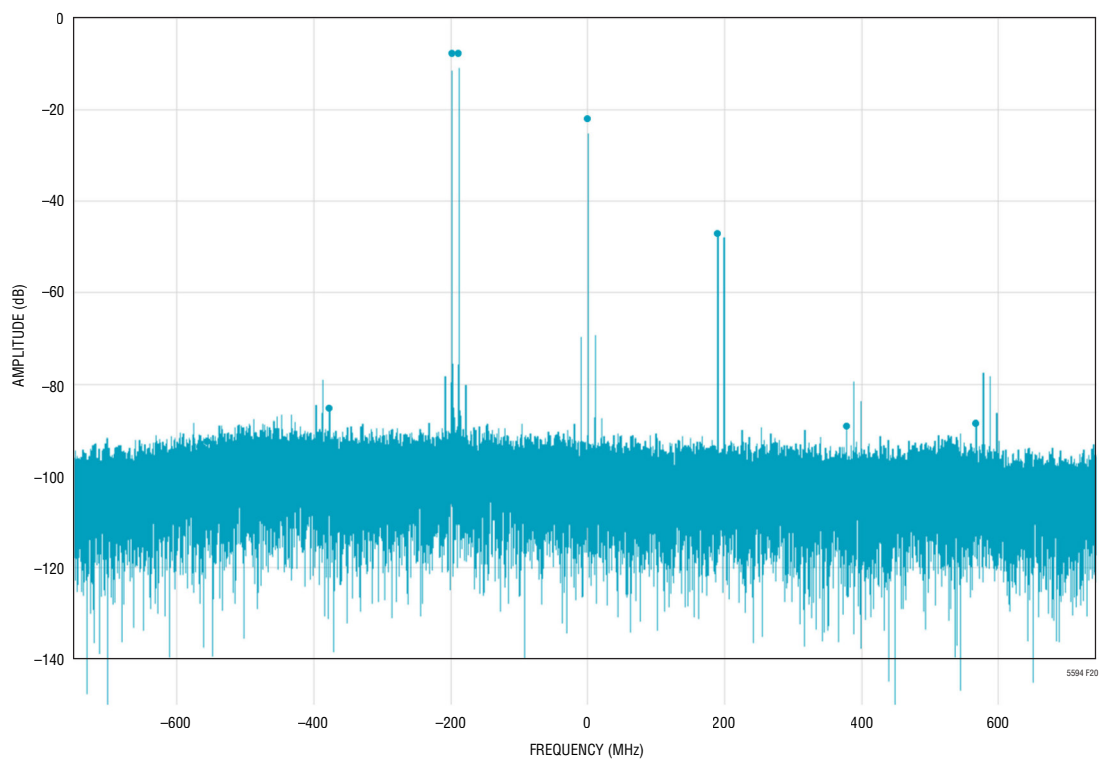
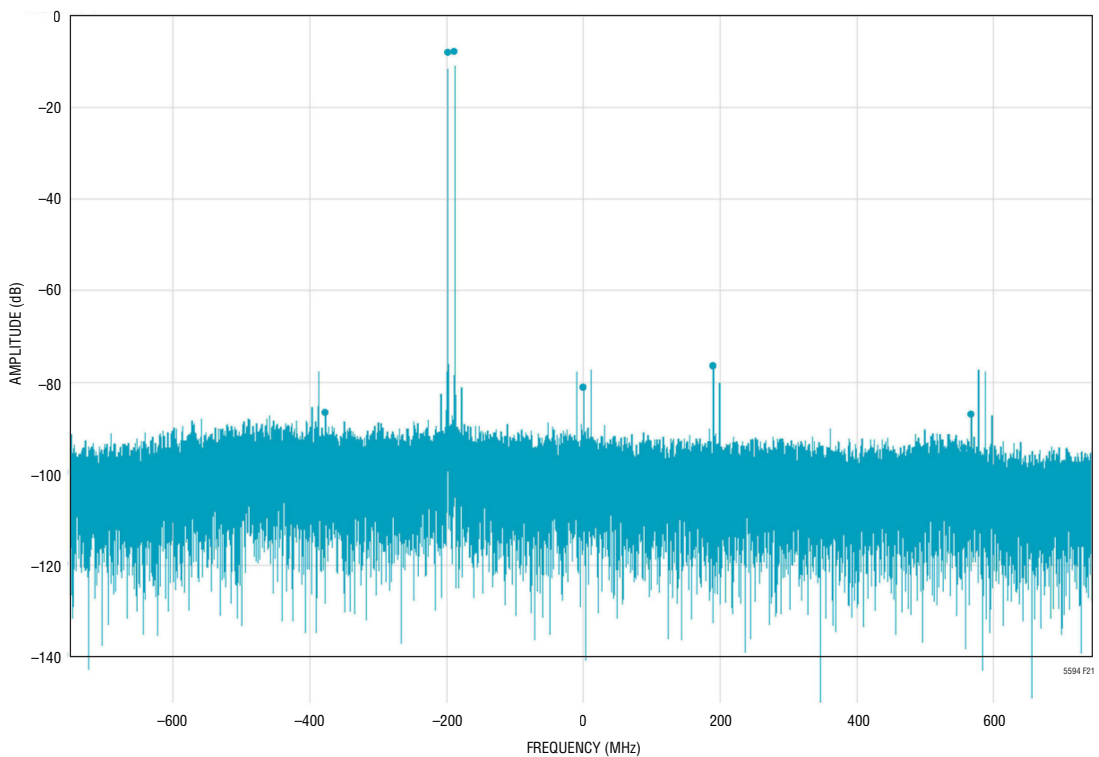

図 20. 1GHzのアンチエイリアス・フィルタを使用した場合の5.8GHzでの非最適化2トーン・スペクトラム
図 21. 1GHzのアンチエイリアス・フィルタを使用した場合の5.8GHzでの最適化2トーン・スペクトラム
5.8GHzの2トーン・テスト信号について、最適化されていないベースバンド・スペクトラムを図20に示し、最適化されたベースバンド・スペクトラムを図21に示します。